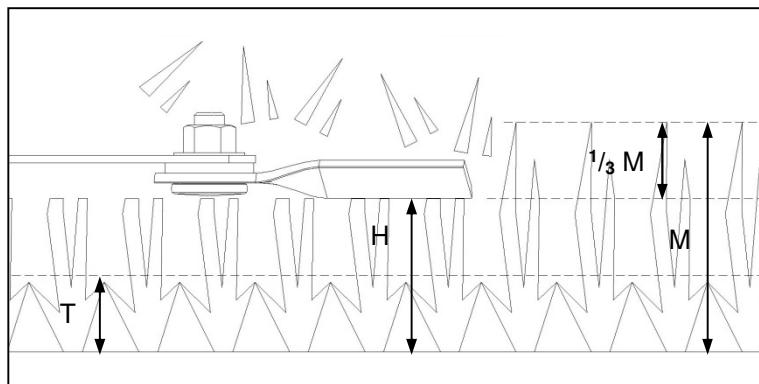

Fig. 1
- ✓** To achieve target height (Fig. 1-T).
- ✓** Measure the approximate material height (Fig. 1-M).
- ✓** Corresponding implement height setting (Fig. 1-H).
- ✓** Om die teikenhoogte te bewerkstellig (Fig. 1-T).
- ✓** Meet die geskatte materiaalhoogte (Fig. 1-M).
- ✓** Ooreenkomsige implementhoogtestelling (Fig. 1-H).